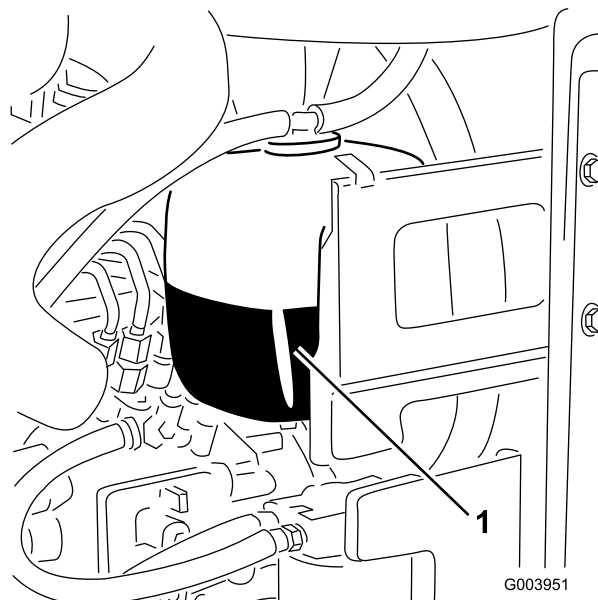

Figura 18
1. Compruebe el nivel de refrigerante en el depósito de expansión (Figura 18).